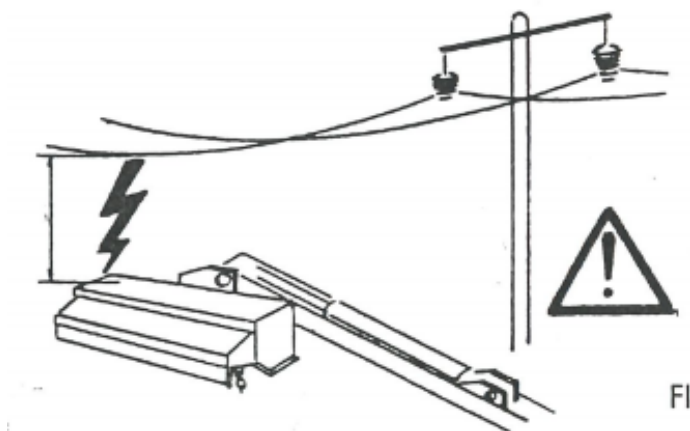

Рисунок 6
- Вывинтите винты (1) и снимите защитный кожух (2), ослабьте контргайки (3), ослабьте гайку (5) и передвиньте опорный ролик (4) винтами (6) (см Рисунок 6а).
Рисунок 6а
- отрегулируйте высоту среза (рисунок 6)